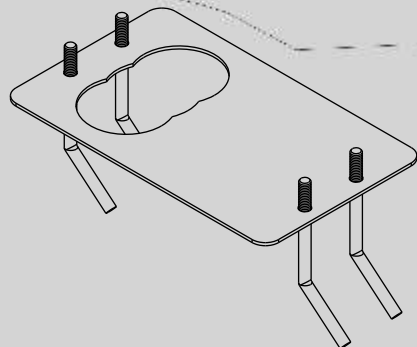

Fig. 2 / Abb.2
4. Die 4 Sechskantlochsrauben in ihren Sitz einsetzen und mindestens 5 mm herausstehen lassen (Dies dient der endgültigen Einstellung. (Abb. 2).
4. Doe de 4 inbusschroeven op hun plaats en laat ze minimaal 5 mm uitsteken. (Dit dient voor de uiteindelijke afstellingen) (A - fig. 2).